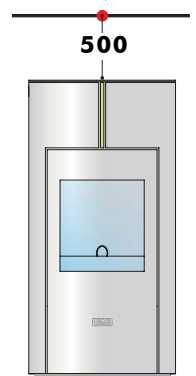

Abb. 5
• Ablagen und Regale müssen mit einem Mindestabstand von 500 mm (**Abb. 5**) über dem Pellet-Kaminheizofen befestigt werden.